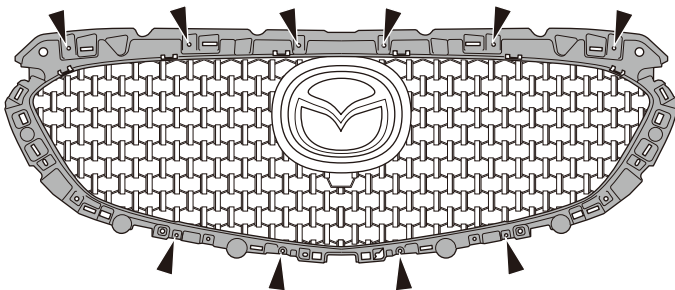

図5 【超音波センサー無し車】 キャップ取付け
6. 【超音波センサー無し車】 図5を参照し、⑧両面テープを使用して、①フロントグリルの裏側に⑨キャップを取付けます。